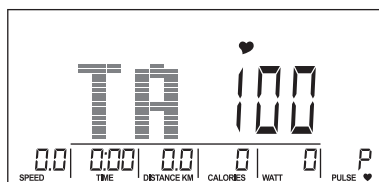

Fig. 18
3. o bien, en lugar de seleccionar un nivel, puede establecer una frecuencia cardíaca objetivo TA – TARGET H.R.C. / valor predeterminado: 100 (Fig. 18). Si elige TA,